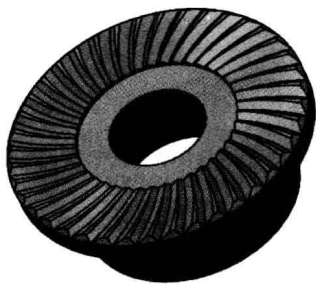

图 1-12 “带边着色”显示
- ① “带边着色”:模型实体着色以及边线着色,如图 1-12 所示。